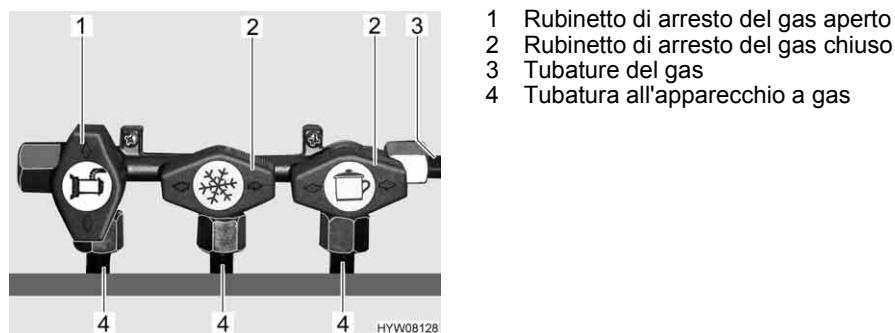

Fig. 56 Posizione dei rubinetti di arresto del gas (esempio)
- Posizionare il rubinetto di arresto del gas dell'apparecchio a gas corrispondente parallelamente (Fig. 56,1) alla tubatura (Fig. 56,4) che alimenta l'apparecchio a gas.
- Posizionare il rubinetto di arresto del gas dell'apparecchio a gas corrispondente trasversalmente (Fig. 56,2) alla tubatura (Fig. 56,4) che alimenta l'apparecchio a gas.